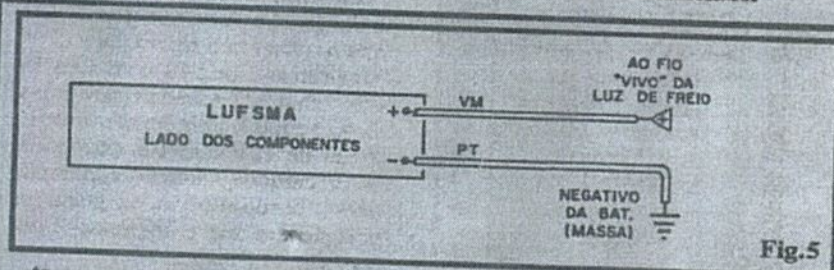

Fig. 5
- FIG. 5 - CONEXÕES EXTERNAS À PLACA - LIGAÇÕES DE INSTALAÇÃO FINAL DA LUFMSA - São apenas dois os fios que vão da placa ao circuito elétrico original do veículo... Do ponto (-) da LUFMSA (a placa é vista, na figura, ainda pelo lado não cobreado...) um cabo (de preferência preto, como é convencional) deve ser ligado à "massa" ou chassis (negativo da bateria...) e do ponto (+) um cabo vermelho será levado ao terminal "vivo" de uma das lâmpadas de freio normais do veículo (aquele que recebe os 12V positivos quando o pedal é acionado...). As ligações de instalação final serão abordadas, ainda mais à frente (fig. 8).
culo, formado pelo par de luzes "normais" de freio, interruptor acoplado ao pedal, etc., juntamente com a conexão (muito simples) da LUFEMA... Notem que, com exceção da conexão de "massa" (negativo), a LUFEMA precisa apenas de ter um cabo ligado ao terminal "vivo" de uma (qualquer das duas...) lâmpada normalmente acionada pelo pedal do freio... É muito fácil acessar esse terminal, simplesmente removendo provisoriamente a cobertura, por dentro do porta-malas (ou do próprio compartimento do motor, no caso de carros com motor traseiro...), com o que ficará visível a parte traseira (conexões) do conjunto formado pelas lanternas, luzes de direção e luzes de freio. Identifique-se experimentalmente qual terminal corresponde à luz de freio (basta acionar o pedal, e verificar se a LUFEMA dá o seu aviso luminoso em sequencial convergente, ou não...) e pronto! Basta fazer a conexão definitiva, bem isolada e firme, puxando o fio pelo conveniente "caminho", passando-o pela tampa que normalmente existe atrás do banco traseiro do veículo! A ligação de "massa" poderá ser feita, com cabo mais curto, a qualquer ponto correspondente ao negativo do sistema elétrico, ou seja: ao "chassis" do veículo, conforme indicam as figs. 5 e 8...